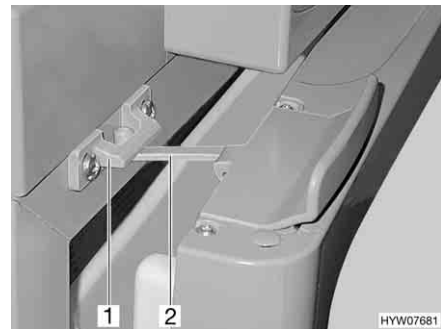

Fig. 236 Porta do frigorífico em posição de arejamento (Thetford)
- Desdobre o dispositivo de bloqueio (Fig. 236,2) e encaixe-o no respetivo alojamento (Fig. 236,1). A porta do frigorífico fica assim ligeiramente aberta.